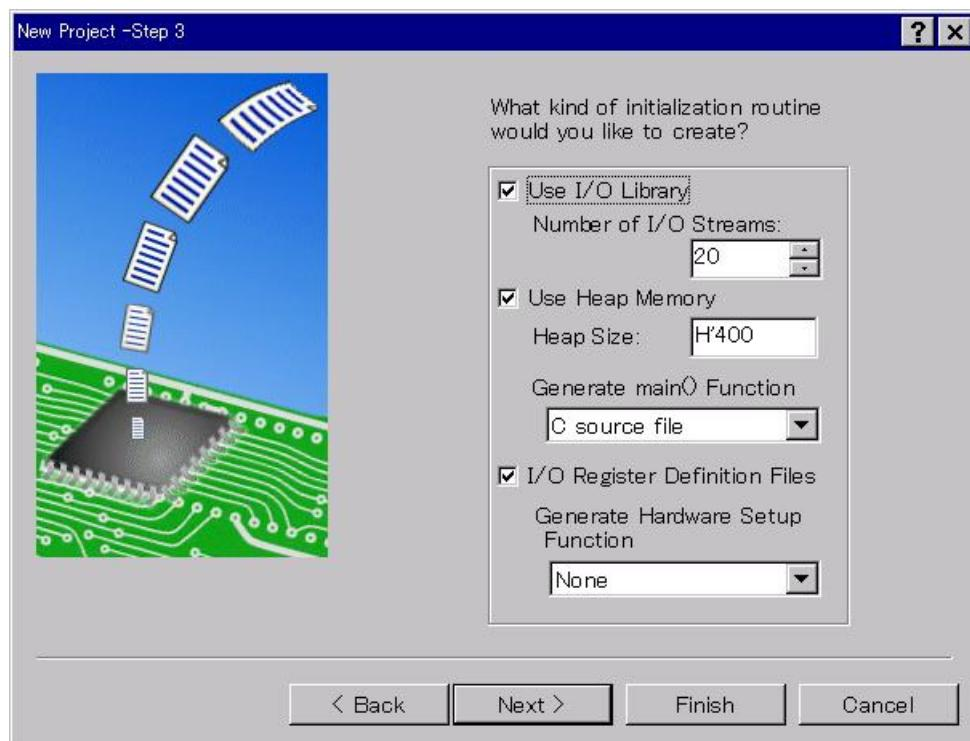

図 2.4 生成ファイル設定画面 ( Step3 )
Step2画面で [ Next > ] をクリックすると、図 2.4に示す画面を表示します。この画面で、生成するファイルを決定します。